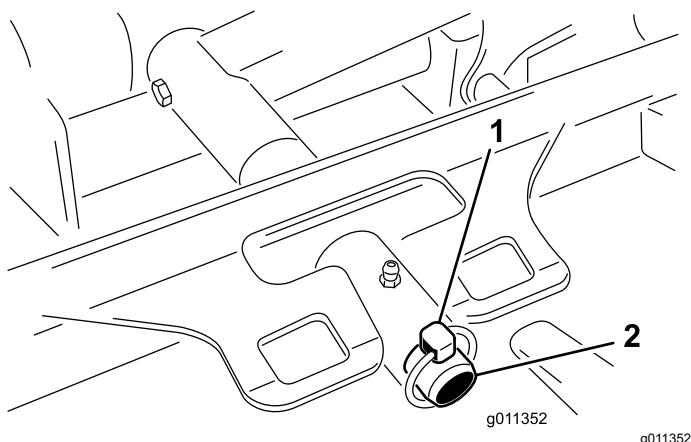

図 93
3. カッティングユニットのキャリアフレームを昇降アームのピボットピンに固定しているリンチピンランドマスター4500またはリテーナナットランドマスター 4700を外す 図 93。
2. カッティングユニットのキャリアフレームを昇降アームのピボットピンにセットする 図 93。カッティングユニットをピンに取り付けるリンチピンランドマスター 4500またはリテーナナットランドマスター 4700を使用する。